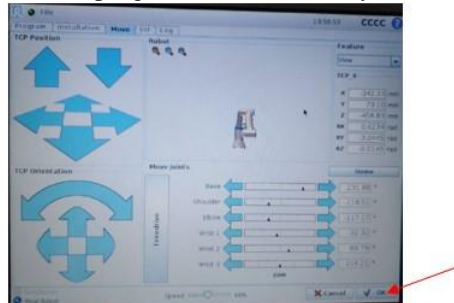

Figura 20: Establecer Waypoint2
- 1.13. Se abre nuevamente la pantalla que se muestra en la Figura 20. Ahora, ubicar el robot en el segundo punto (*Waypoint 2*) (Figura 19), para esto utilizar el Botón de movimiento libre (*Freedrive button*) como se explicó anteriormente.